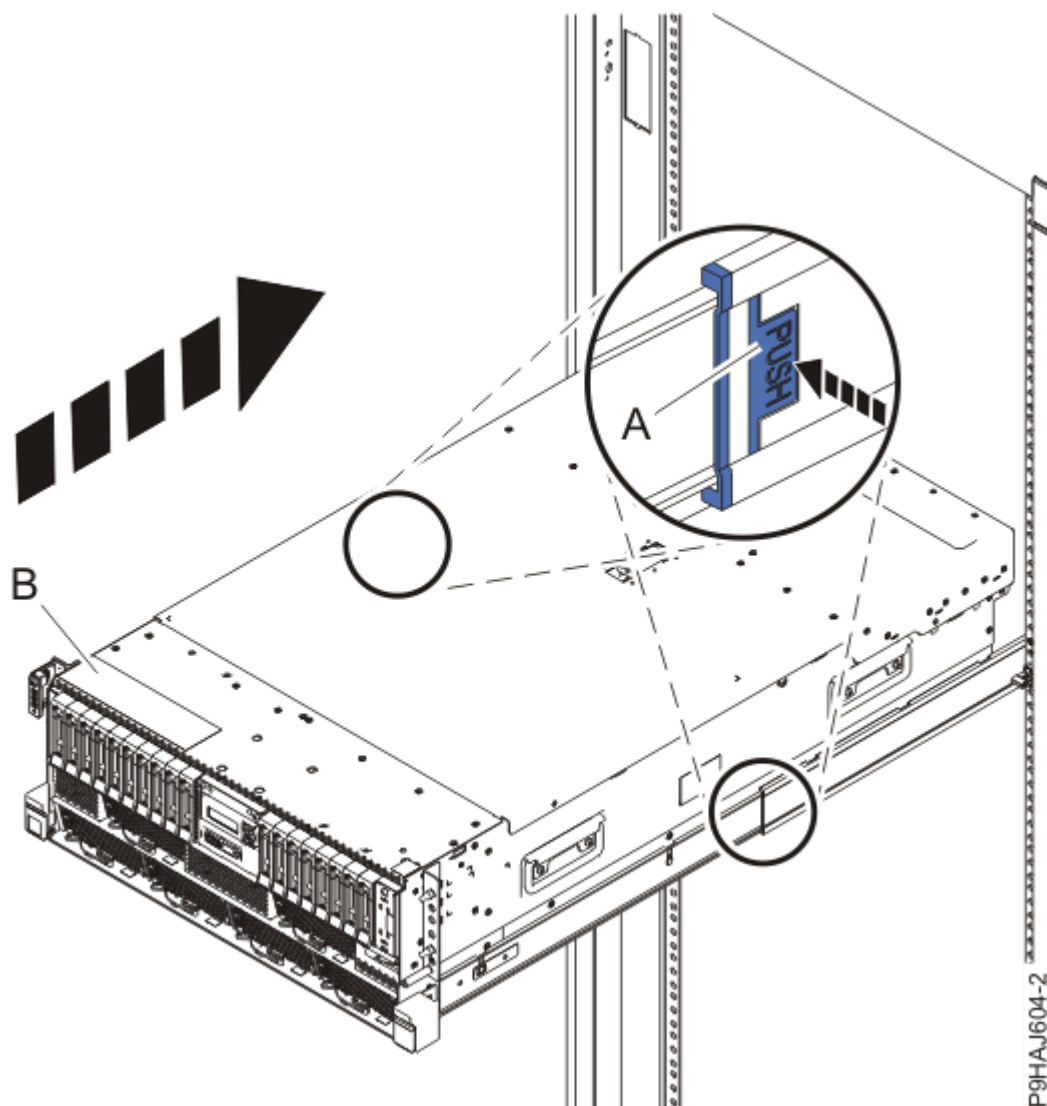

図 40. システムの操作位置への設置
3. ラック・マウント型システムの場合、青色のレール安全ラッチ **(A)** を、46 ページの図 40 に示されているように内側に押してアンロックします。